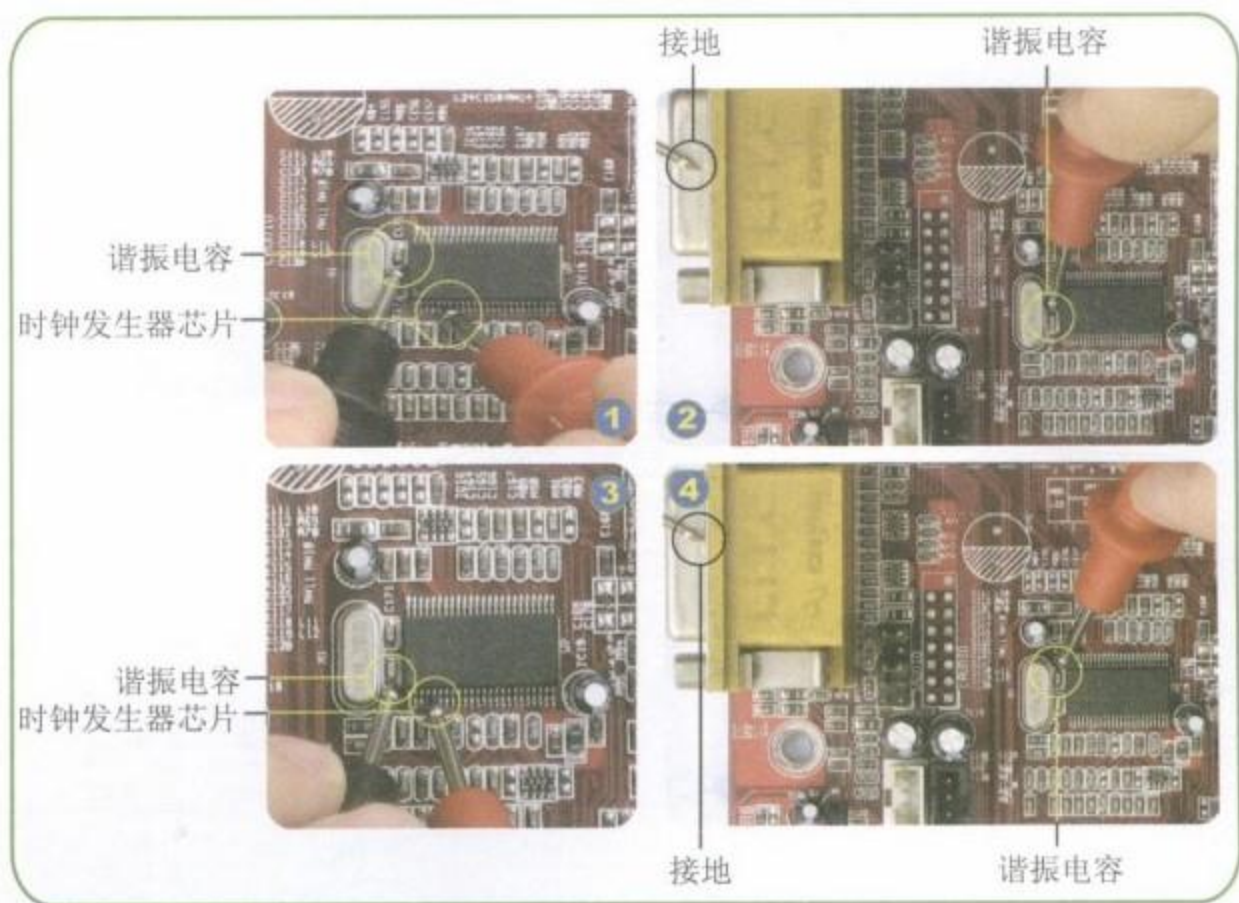

图9-14测量晶振连接的谐振电容
Step 02 测量晶振连接的谐振电容，及谐振电容接地的线路，如图9-14所示。